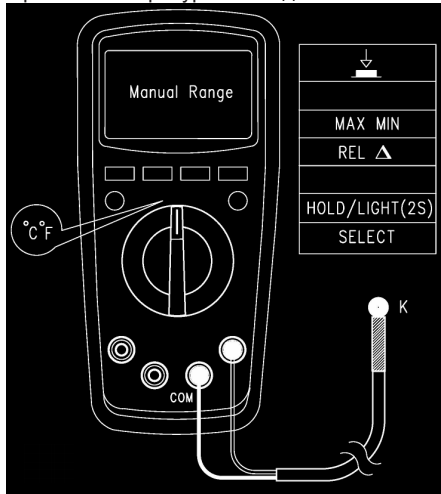

Рисунок 9
9.7. Измерение температуры (доступно только в модели UT139C) (см. рисунок 9)